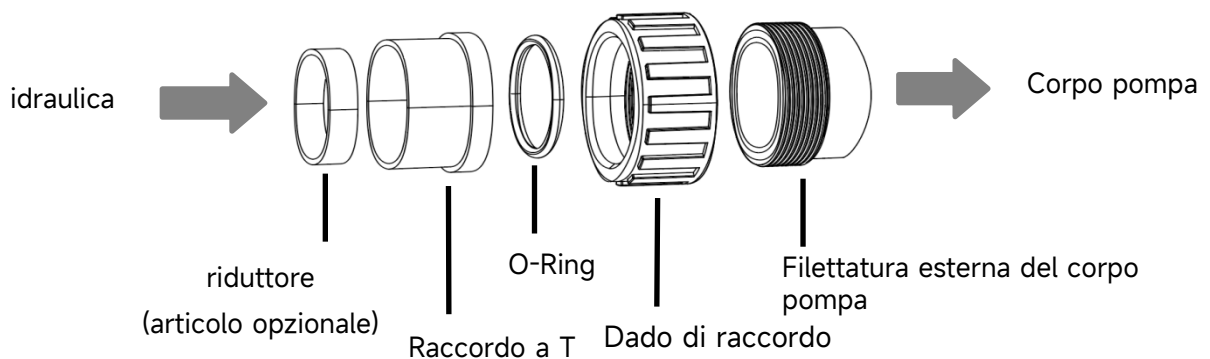

Figura 3 - Kit di unione
- 3) Utilizzare il KIT DI RACCORDO fornito dal produttore della pompa (vedere Figura 3). Non utilizzare altri raccordi per collegare l'ingresso/uscita della pompa, nel caso in cui i raccordi non siano compatibili e danneggino il corpo della pompa.